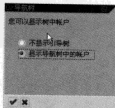

图 5-6 选择“显示导航树中的账户”
STEP 3 选择“层次结构显示”选项后,屏幕显示如图 5-6 所示,选择“显示导航树中的账户”,单击“☒”按钮即可完成预期的设置。